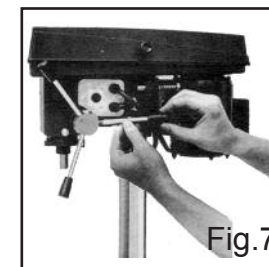

Fig.7
F) Installation des trois poignées (Fig .7)